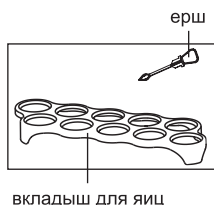

Рисунок 1 – Холодильник и комплектующие изделия
1.4 В комплект поставки холодильника входят: комплектующие изделия (см. рисунок 1) и комплект монтажных частей (см. рисунок 2).